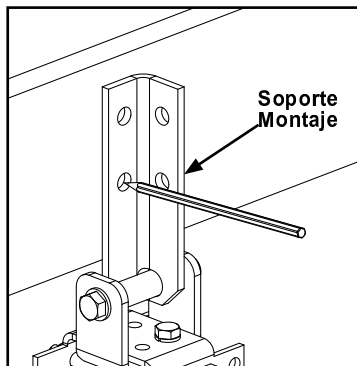

Figura 3-4
- Paso 2. Utilice el soporte de la Percha como plantilla, transfiera el patrón de orificios en la Estructura superior. Taladre orificios con broca 17/32" (13 mm). Vea figura 3-4 y 3-5.